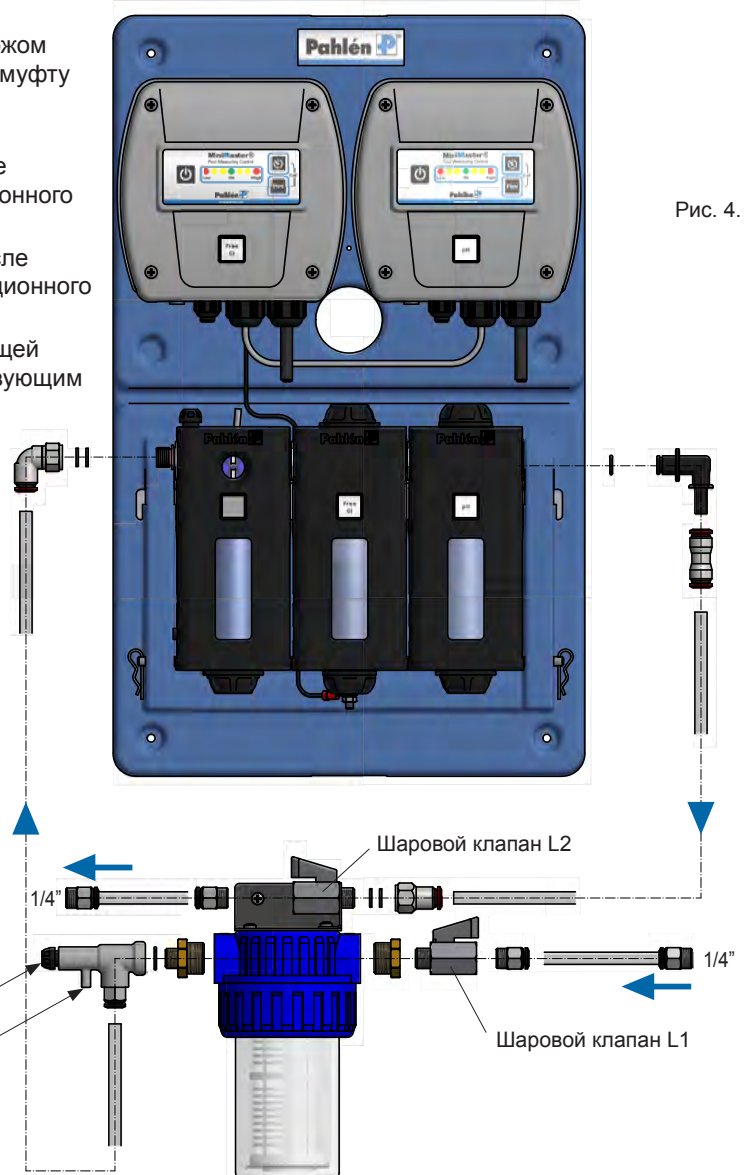

Рис. 4.
5. Установите входящие в комплект поставки фитинги входа и выхода для модулей MiniMaster (см. рис. 4).
3. Для запуска калибровки модуля рН нажмите одновременно кнопки (J) и (K) и удерживайте их нажатыми не менее 2 секунд. Индикация процесса калибровки – светодиод мигает быстро (примерно в 5 раз в секунду), индикация окончания калибровки – светодиод мигает медленно.
7. Активируйте автоматический режим, нажав кнопку (H). Светодиод текущего измеренного значения (рН) светится непрерывно, и MiniMaster при необходимости может регулировать рН:
9. Возьмите пробу воды из сливного крана F (рис. 4) и проверьте значение рН с помощью фотометрического измерительного оборудования.
1. Возьмите пробу воды из сливного крана F (рис. 4). Проверьте рН в бассейне с помощью фотометрического измерительного оборудования.
4. Для запуска калибровки модуля рН нажмите одновременно кнопки (I) и (J) и удерживайте их нажатыми не менее 2 секунд. Индикация процесса калибровки – светодиод мигает быстро (примерно в 5 раз в секунду), индикация окончания калибровки – светодиод мигает медленно.
6. Активируйте автоматический режим, нажав кнопку (H). Светодиод текущего измеренного значения (рН) светится непрерывно, и MiniMaster при необходимости может посылать подключенной дозирующей системе сигнал для регулирования рН в бассейне.
1. Возьмите пробу воды из сливного крана F (рис. 4). Проверьте содержание свободного хлора в бассейне с помощью фотометрического измерительного оборудования.
4. Для запуска калибровки модуля свободного хлора/окислительно-восстановительного модуля нажмите одновременно кнопки (J) и (K) и удерживайте их нажатыми не менее 2 секунд.
7. Активируйте автоматический режим, нажав кнопку (H). Светодиод текущего измеренного значения светится непрерывно, и MiniMaster при необходимости может регулировать содержание свободного хлора с помощью подключенного оборудования для дозирования.